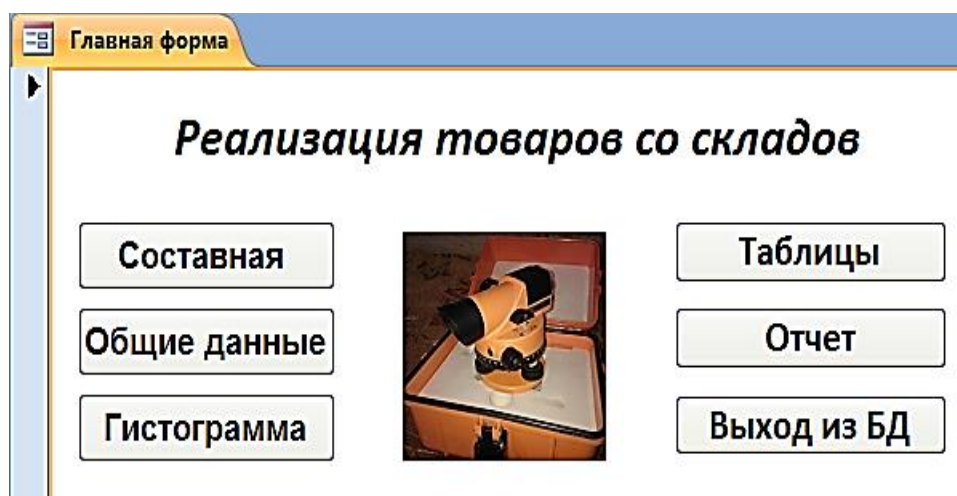

Рис. 6.14. Управляющая форма в режиме «**Формы**»
8. По завершению разработки приложения, сохраним и закроем форму. Затем откроем и проверим работоспособность всех её элементов (рис. 6.14).